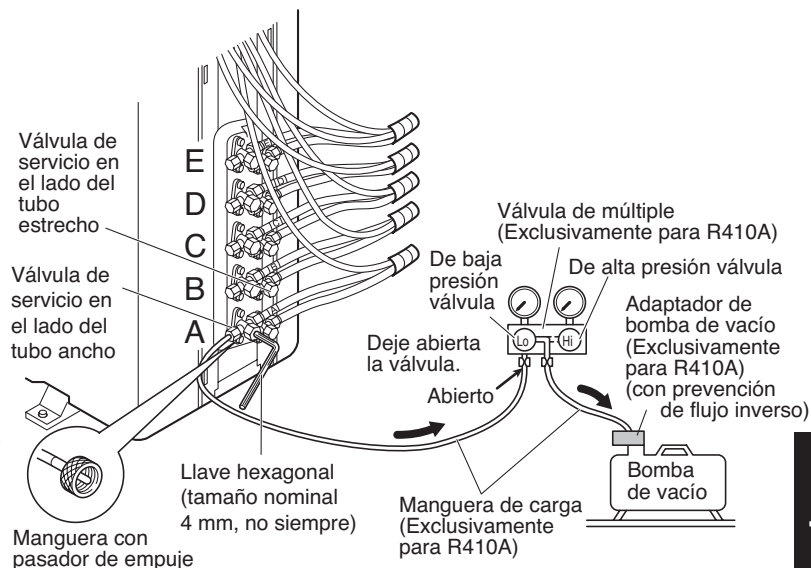

Fig. 20
- (1) Compruebe que cada tubo (tanto ancho como estrecho) entre las unidades interiores y exteriores se haya conectado adecuadamente y que se haya completado el cableado para el funcionamiento de prueba. Tenga en cuenta que las válvulas de servicio de los tubos tanto ancho como estrecho de la unidad exterior se mantienen cerradas en esta etapa.
- (2) Utilizando una llave ajustable o una llave de cubo, quite los tapones de las válvulas de servicio tanto de los tubos anchos como de los estrechos.
- (3) Conecte una bomba de vacío y una válvula distribuidora (con manómetros de presión) a la entrada de la válvula de servicio del tubo ancho. (Fig. 20)